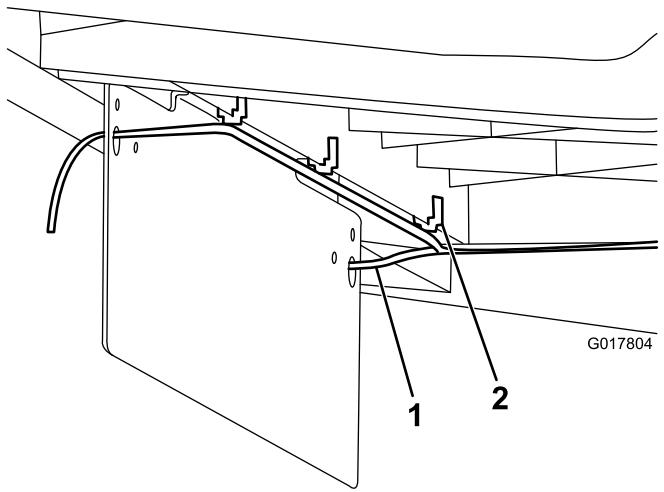

Figure 12
3. Faites passer les fils dans les grands trous du support de plaque (Figure 12).